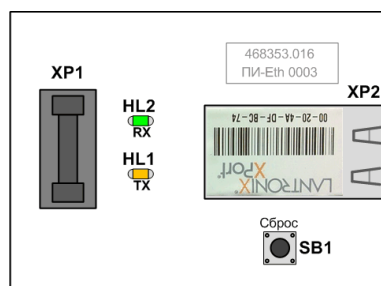

Рисунок 3.7
3.8 На плате интерфейса ПИ-Ethernet (А3) разъем XS3 «Ethernet» (тип 8P8C) для подсоединения кабеля подчиненной сети Ethernet для связи с адресными приборами системы (см. рисунок 3.7).